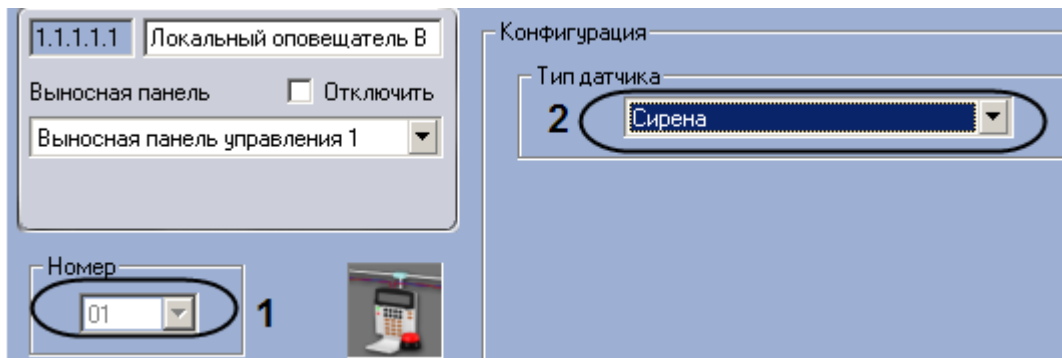

Рис. 3.6—11. Настройка локального оповещателя ВПУ
2. Из раскрывающегося списка **Номер** выбрать аппаратный адрес подключения Локального оповещателя ВПУ (см. Рис. 3.6—11, 1).
3. Из раскрывающегося списка **Тип датчика** выбрать тип устройства, подключаемого к ВПУ (см. Рис. 3.6—11, 2).